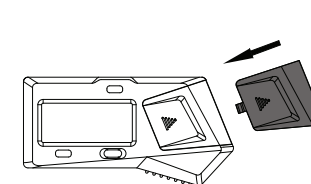

fig.3
---Fermez le couvercle de la batterie (fig.3).